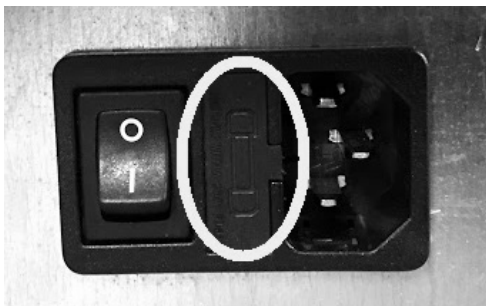

Fig. 46 - Abdeckklappe mit Sicherungen, die ausgewechselt werden müssen
- Für das Auswechseln der Sicherungen in der Steckdose, die sich hinten am Ofen befindet, mit einem Schlitzschraubendreher die Abdeckklappe anheben (siehe **Fig. 46**) und die zu wechselnden Sicherungen entnehmen.